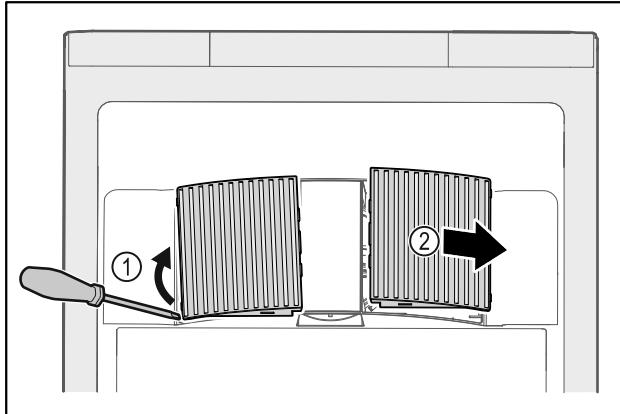

Fig. 163
- Ventilatorabdeckungen vorsichtig von der Seite herausheben Fig. 163 (1) und nach vorne abnehmen Fig. 163 (2).